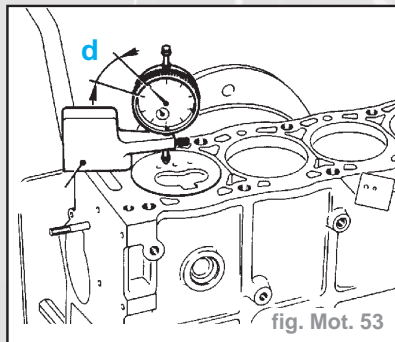

fig. Mot. 53
- Monter le comparateur sur le support et l'étalonner sur un marbre (fig. Mot. 53).
- Relever le dépassement maxi (d) (fig. Mot. 53).